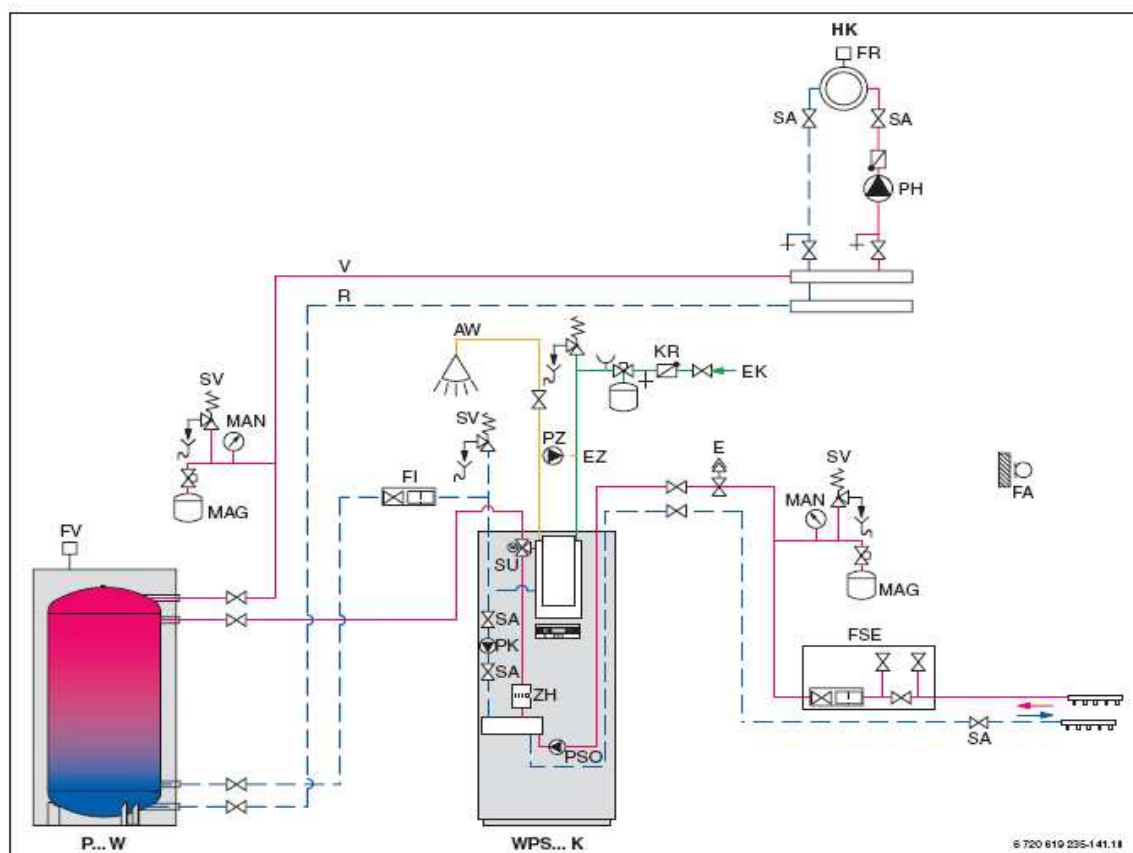

Рисунок 12 Гидравлическая связь рассольных контуров
- Петли, проложенные по коллектору на подаче и обратке согласно чертежу (→ Рисунок 12)